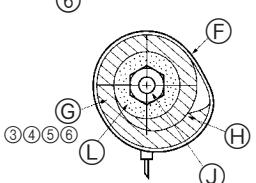

Fig. 7-3
- ⑩ Τομή ένωσης (Fig. 7-3)
- ⑪ Στεφάνη στερέωσης ⑨
- ⑫ Καλύμματα σωλήνων ③ ④ ⑤ ⑥
- ⑬ Σφίξτε
- ⑭ Θερμομόνωση για τη σωλήνωση ψυκτικού
- ⑮ Σωλήνωση ψυκτικού